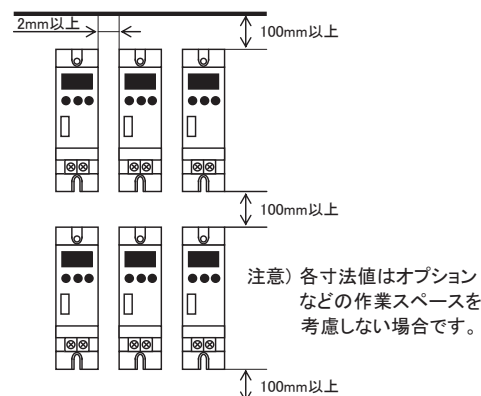

図1 設置間隔
- (1) 塵埃のない、冷却効果のよい場所に設置してください。APRの放熱をはかるため、垂直面の金属物に据付け、図1のように上下方向を守り、上下および左右に十分な空間距離をとってください。また、APRを密集配列して使用する場合は、APR相互間での熱の干渉がありますので、図1寸法以上の十分な空間距離をとってください。
- (2) APRの発熱により盤内温度が上昇します。温度上昇を考慮し冷却・換気などの対策をしてください。（盤内最高温度は55℃です。）また、定格電流は周囲温度40℃が基準です。40℃を超える場合は負荷電流を低減してご使用ください。
- (3) 隣接物からの空間距離は、各端子における配線使用工具の作業スペースを考慮してください。
- (4) APR本体上部に一部開放部がありますので、落下物には注意してください。